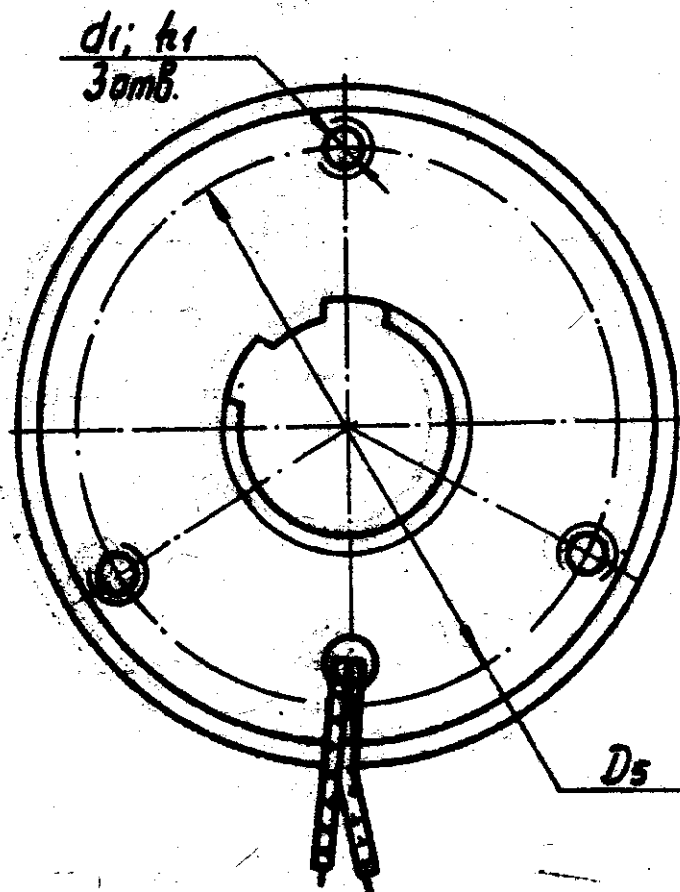
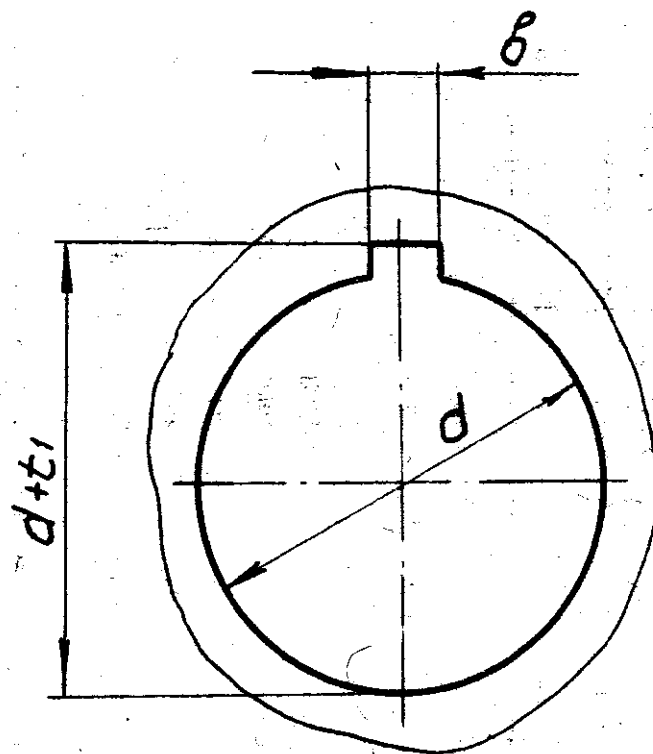

Рис. 2. Муфты бесконтактные
Рис. 4. Гладкое посадочное отверстие.
I — см. рис. 1; II — см. рис. 2.
4.2. При монтаже втулка муфты жестко связывается с ведущим (ведомым) валом при помощи шлицев или шпонки (рис. 4). Держатель бесконтактной муфты крепится при помощи винтового соединения (отверстие d_1 , рис. 2).
величину зазора δ (см. рис. 2 и табл. 3) между корпусом и держателем;